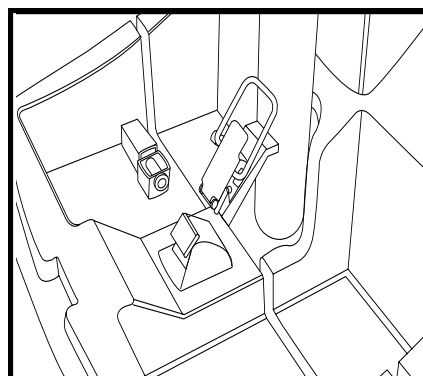

Figure 17B. Fermoir verrouillé
2. Basculez la boucle du fermoir par dessus le fermoir. **Voir la figure 17B.**
5. Enclenchez le fermoir à bascule. **Voir la figure 17B.**